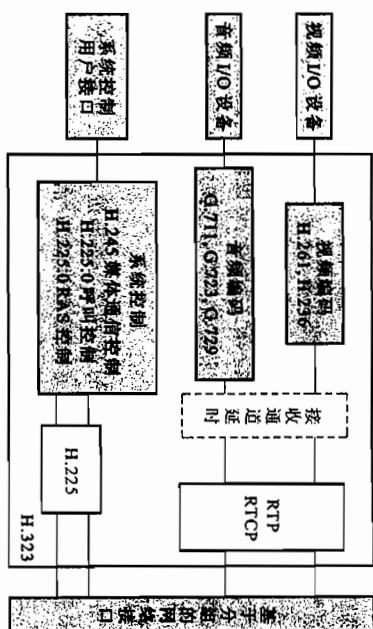

图 10-64 H.323 的核心协议
(1) H.323
H.323 协议体系规定了基于分组网进行两点/多点实时媒体通信的系统逻辑组件、消息定义和通信过程。H.323 的逻辑组件包括网守 (Gatekeeper, 又称网关控制器——Gateway Controller)、多点控制单元 (MCU)、网关 (Gateway, 位于网络边界)、代理 (Proxy)。其中的网关用作 PSTN 和 IP 网间的桥梁, 网守可以集中控制各个网关。从 PSTN 来的呼叫被 H.323 网关受理, 把其中的话流转换成 IP 数据包经过 IP 网络传送到目的网关下的指定电话终端; 同时受理 IP 网络来的呼叫 (可以来自计算机终端或另一个 PSTN 网络) 转向 PSTN 目的终端。H.323 的核心协议如图 10-64 所示。